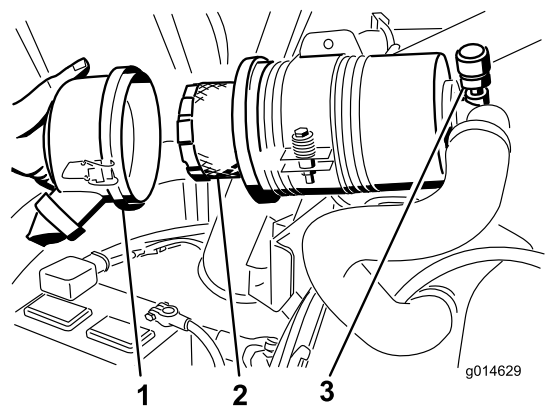

Figura 74
3. Retire e substitua o filtro (Figura 74).